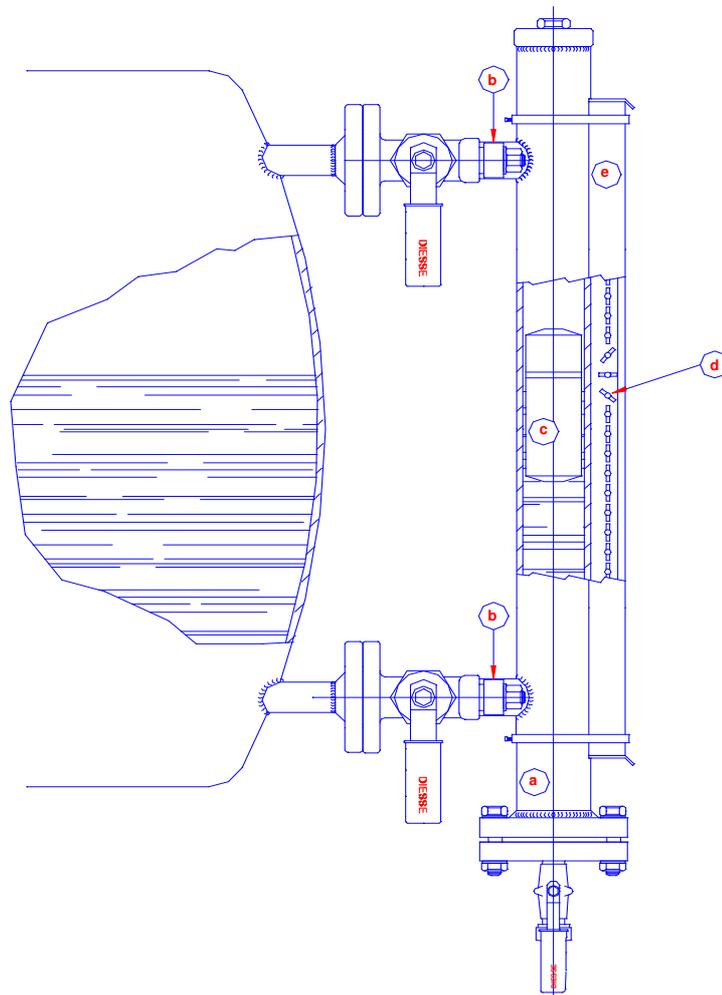

Fig. 1
L'apparecchiatura (vedi fig. 1) è composta da un mantello esterno (a) dal quale si dipartono due tronchetti (b) per il collegamento con il serbatoio del quale si vuole mantenere sotto controllo il livello del fluido contenuto.
Ove siano previsti rubinetti di collegamento (vedi fig.1 pos. ①) entro le prime ore di esercizio, nel caso si rilevino piccole perdite di fluido, serrare dolcemente i premibossolo (pos. 19 e 22 disegno 82.02)